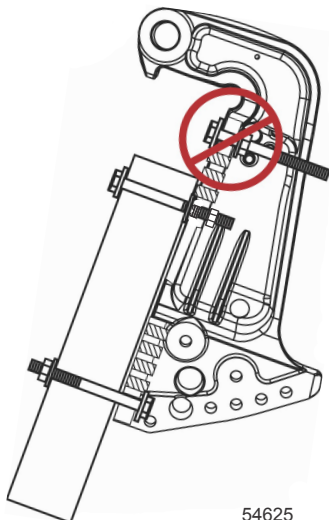

Figura 2
1. Non montare un accessorio sul supporto di fissaggio dello specchio di poppa se non è completamente fissato e supportato. Fare riferimento alla figura 2.